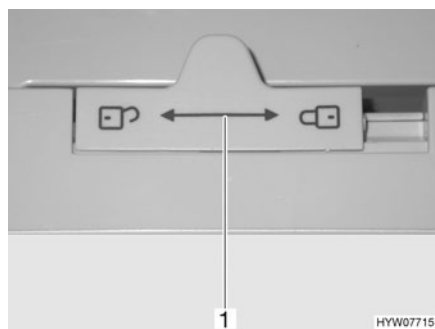

Fig. 149 Bloqueo de la puerta del frigorífico (Dometic de la serie 7)
- Empujar el bloqueo (Fig. 149,1) hacia la izquierda "🔓".
- Empujar el bloqueo (Fig. 149,1) completamente hacia la derecha "🔒".